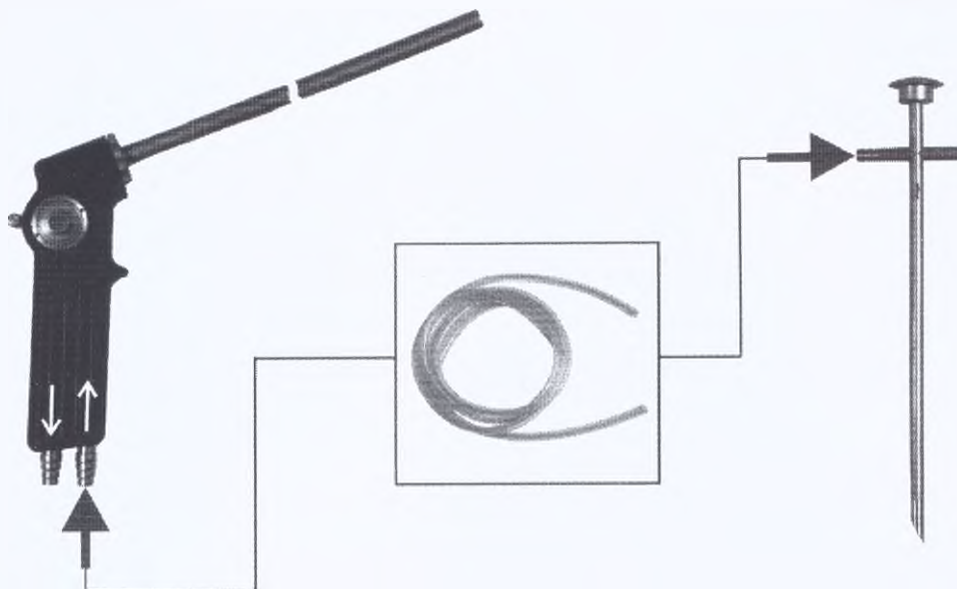

Рисунок 7.
1.8.8 Соедините длинной тонкой трубкой ($\varnothing 5\text{мм}$. $L=4\text{ м.}$) штуцер на стилете физиологического раствора с инструментом (канал подачи) (рисунок 7).